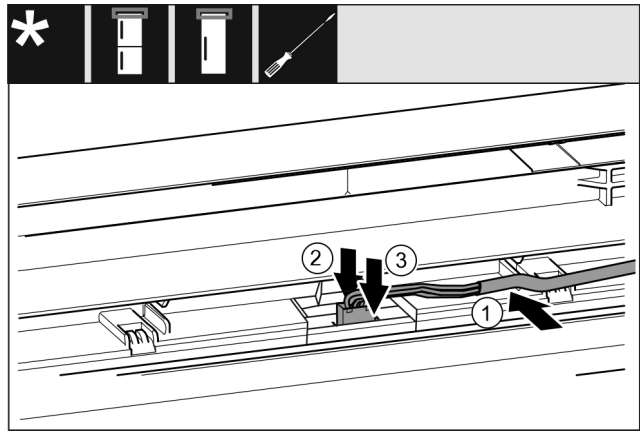

Fig. 33
- ▶ Shtroni me kujdes kabllon ngjyrë gri në udhëzuesin të dera lart. Fig. 33 (1)
- ▶ Shtypni nga prapa majën e kapjes. Fig. 33 (2)
- ▶ Mbërtheni në vend spinën. Fig. 33 (3)